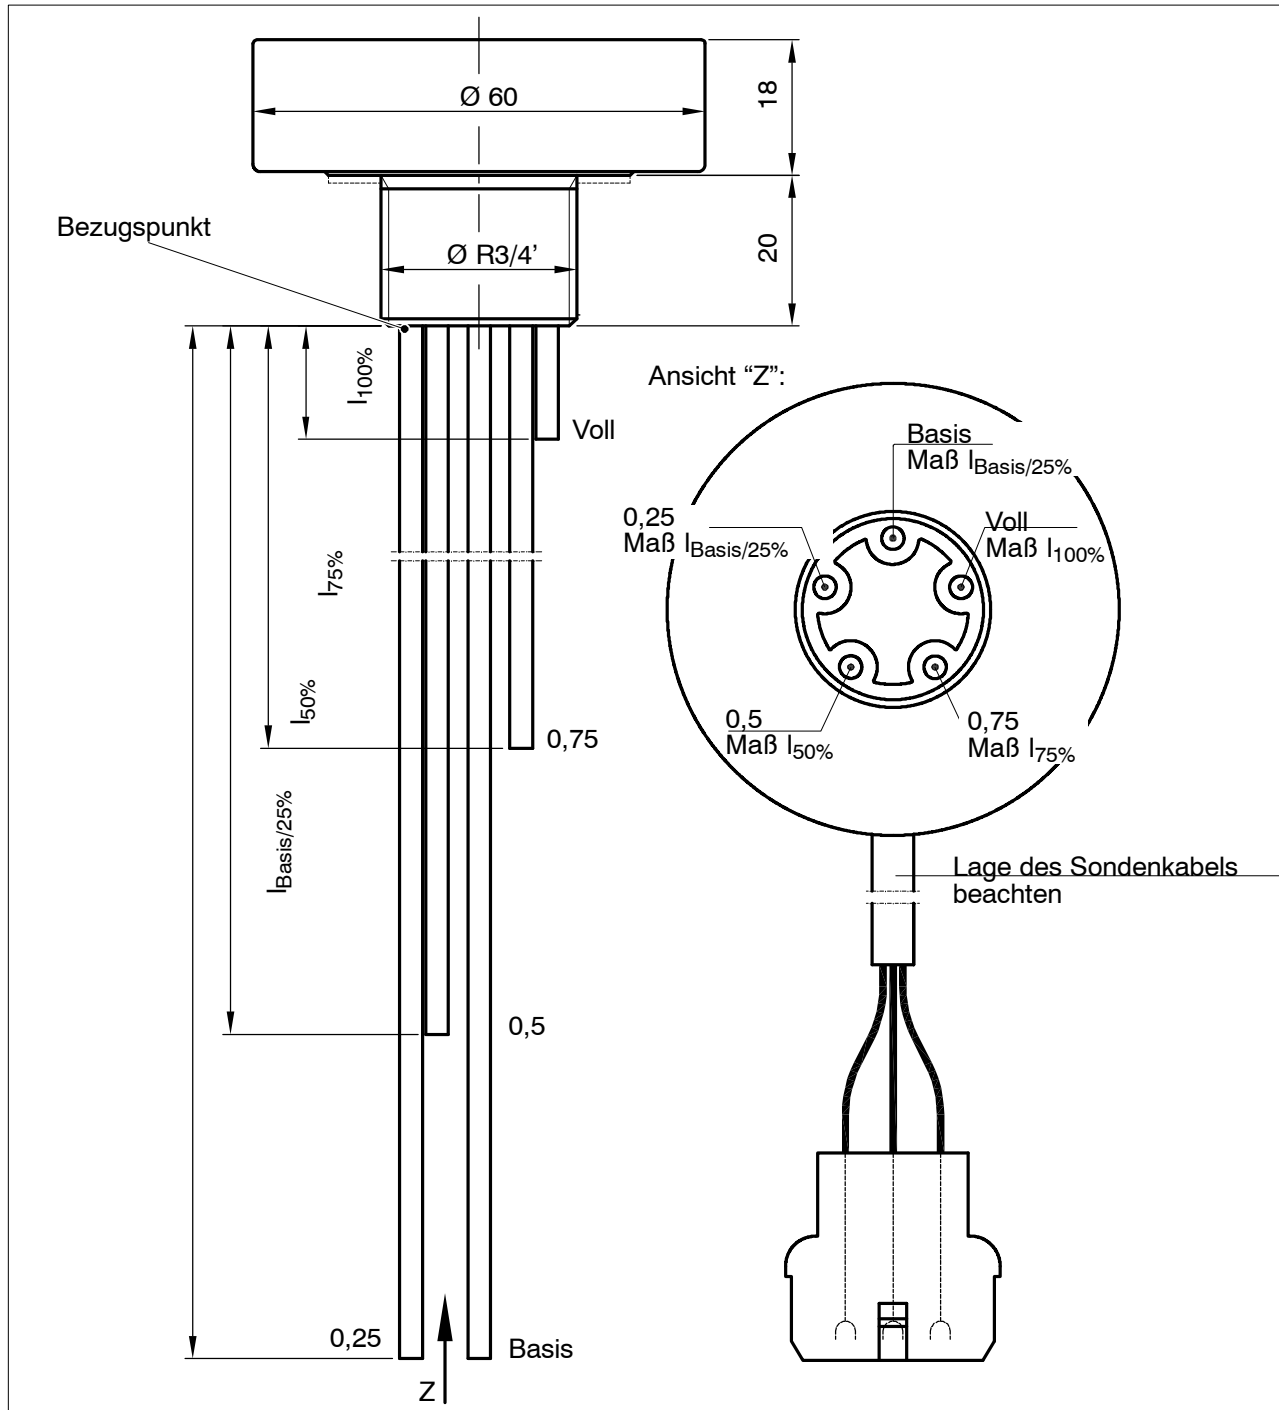

Bild 2 Tanksonde M400 bzw. M600 für die Messung in vier Stufen
- Die errechneten Längen an den Sondenstäben markieren (z. B. mit einem Klebeband). Bezugspunkt ist hierbei die untere Fläche des Gehäuses (s. Abb. 2).